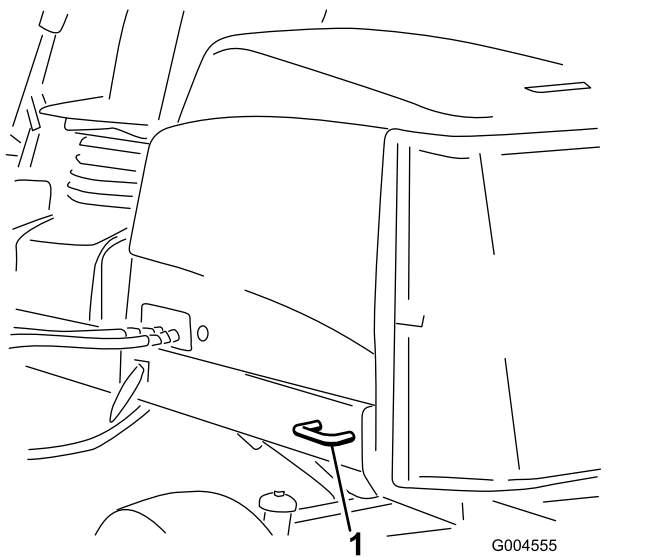

Рисунок 26
- **Задняя часть машины** — с каждой стороны машины на задней раме (Рисунок 26).